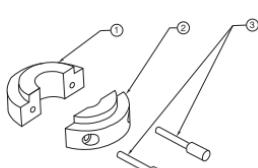

Abbildung 3
- Legen Sie die beiden Teile der Infusionsstativklemme (siehe Nr. 1 und 2 in Abb. 3) um das Stativ.